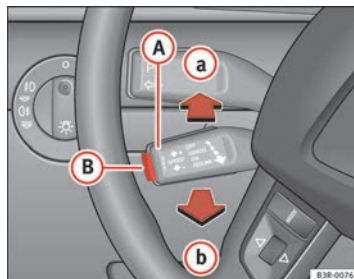

Fig. 152 Mandos del regulador de velocidad
- desplace la palanca **(A)** ⇒ página 189, fig. 152 hasta la posición **(a)** (sin encastrar).